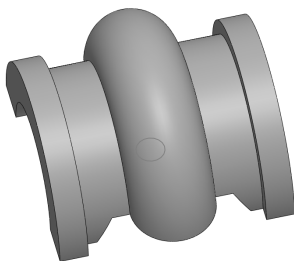

图 6-15 删除实体特征效果
(5) 执行操作后, 即可删除实体特征, 如图 6-15 所示。